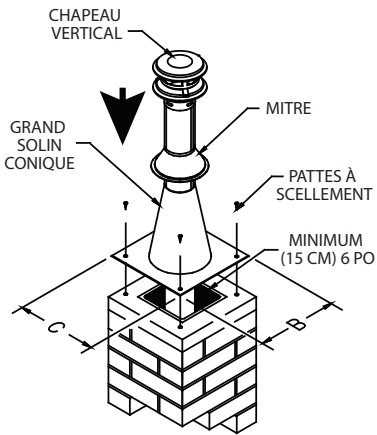
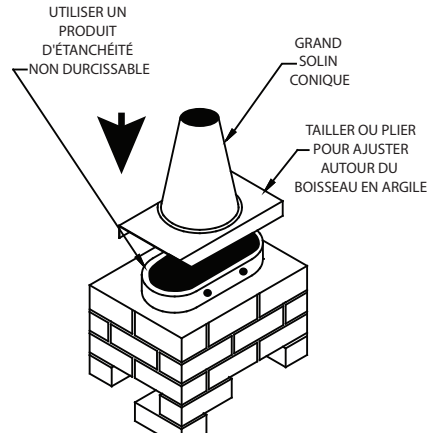

Figure 23
Figure 25
11. Pour supporter l'extrémité du conduit PelletVent, utiliser un grand solin conique et une mitre. 14 po (356 mm) de tuyau seront nécessaires au-dessus du sommet de la cheminée de maçonnerie. Tirer le tuyau à travers le solin à la hauteur désirée. Marquer l'emplacement de la mitre. Glisser la mitre le long de tuyau vers le bas et la fixer au tuyau à l'aide de vis à tôle d'une longueur de 6,4 mm (1/4 po) (Figures 23 et 24). La mitre soutiendra alors la totalité du système de ventilation. Poser le chapeau. Sceller le raccord à la mitre ainsi que les autres raccords et coutures qui semblent suspects. La (Figure 25) illustre un grand solin conique modifié pour s'adapter à une cheminée